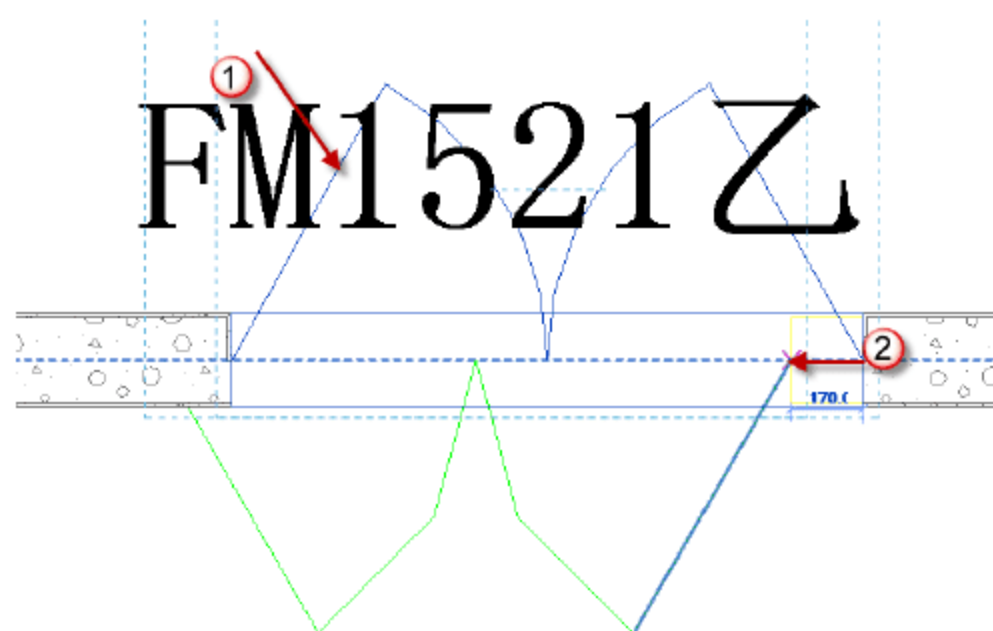

图 9.3.15 移动“FM1521 乙”
(12) 移动“FM1521 乙”族。先选择已经插入的门族，按快捷键 M+V，移动“FM1521 乙”，如图 9.3.15 所示。